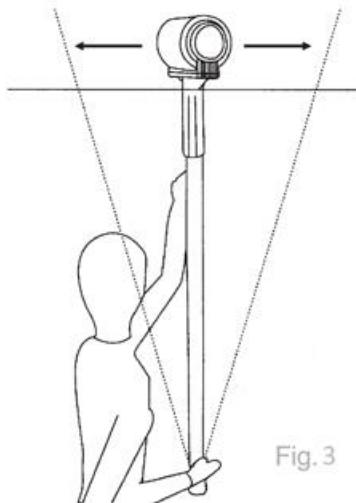

Fig. 3
4. Podczas korzystania z tyczki należyzawsze upewnić się, że użytkownik znajduje się bezpośrednio pod ciężarem wałka (rys. 3).